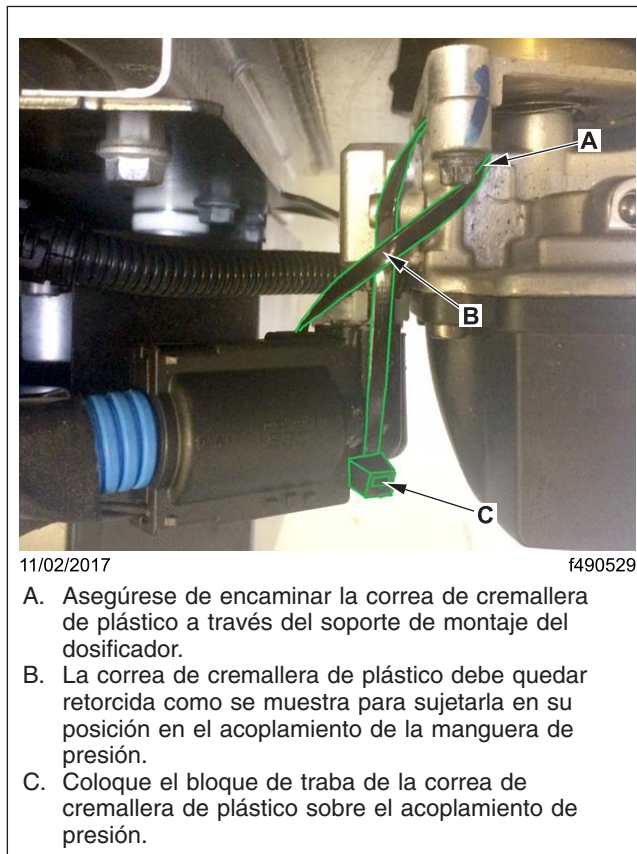

Figura 2, Instalación de una correa de cremallera de plástico en la manguera de presión de DEF y el dosificador
3. Instale una correa de cremallera de plástico a través del soporte de montaje del dosificador y alrededor de la manguera de presión de DEF como se muestra en la Figura 2.